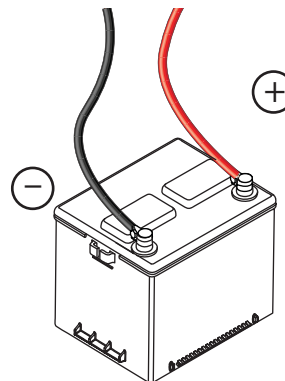

Figure 4-9. Câbles de batterie
5. Voir la section **Figure 4-9**. Inspectez les bornes et les câbles de la batterie pour vous assurer qu'ils sont bien serrés et qu'il n'y a pas de corrosion. Resserrez-les et nettoyez-les si nécessaire.